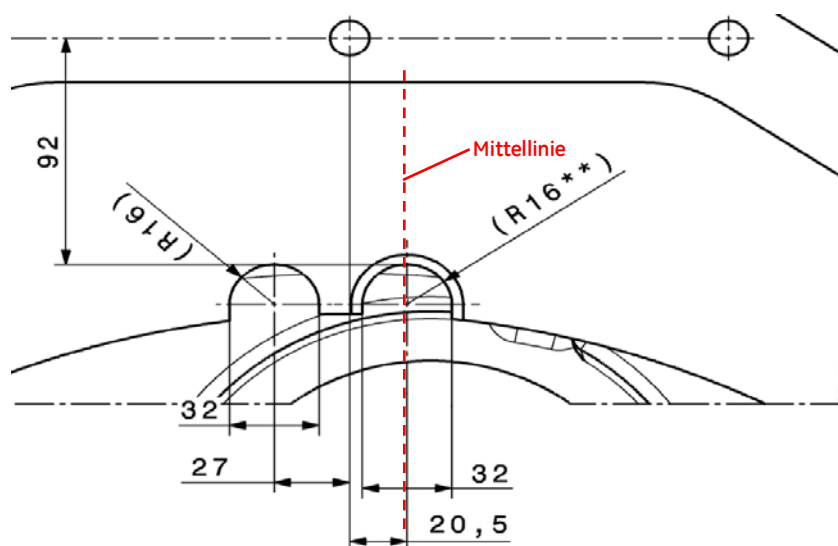

Abb. 44: Zeichnungsausschnitt - Ausnehmungen
- Lage der angerissenen Ausnehmungen gemäß Zeichnungsausschnitt Abb. 44 kontrollieren.